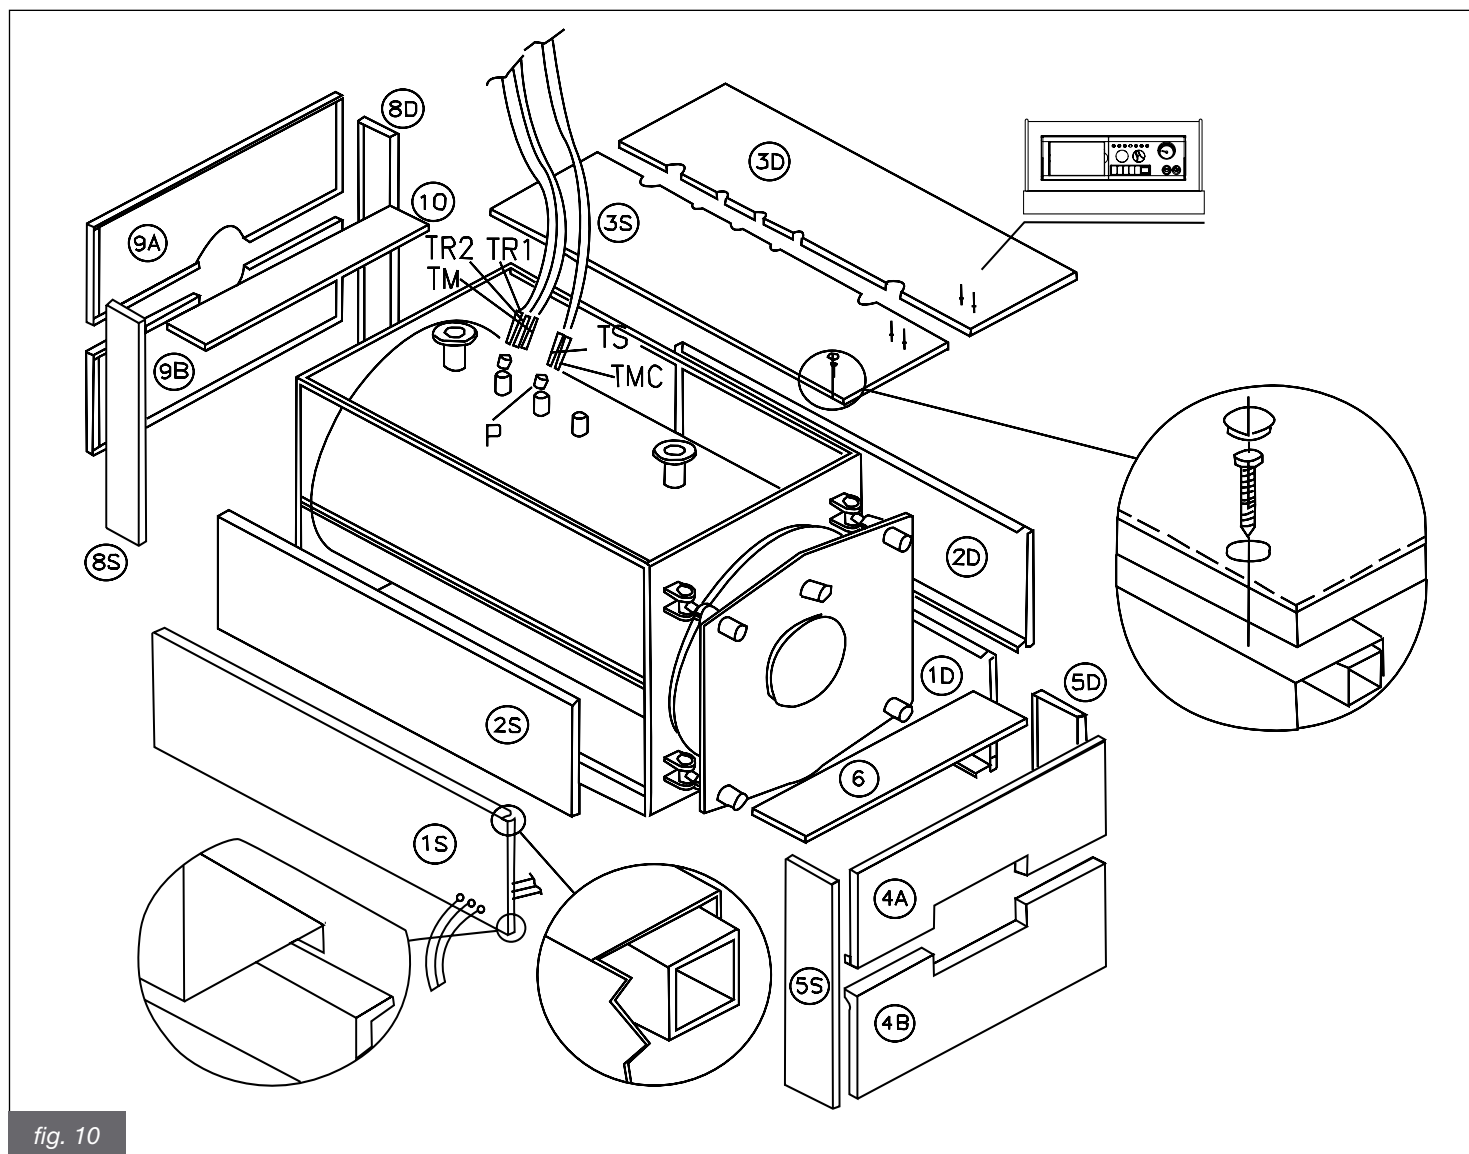

fig. 10
4.2. Rivestimenti caldaia con mantellatura a pannelli RODI DUAL - RODI DUAL HR 500 - 1300 (Fig. 10)
- Montare il pannello superiore (3S) sulla caldaia; posizionare il quadro comando sul pannello (3S); svolgere i capillari del termometro e dei termostati e inserire i bulbi nei pozzetti (P).